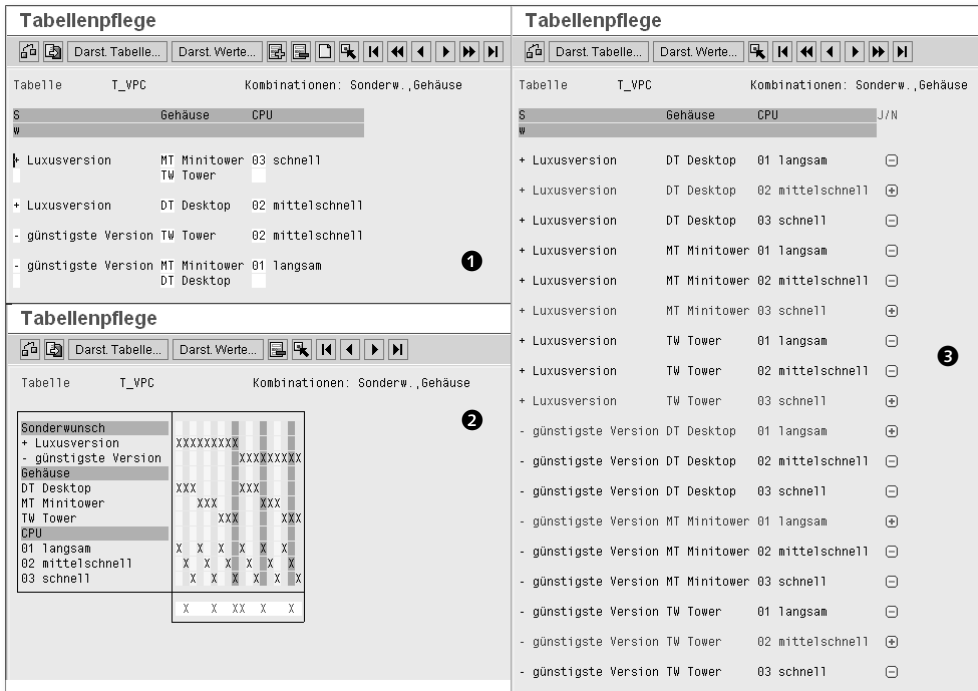

Abbildung 2.35 Variantentabellen – Inhaltspflege mit der klassischen Transaktion
Neben der Inhaltspflege aus der PMEVC heraus kann der Inhalt auch über die klassische Transaktion CU60 erfolgen. Diese Transaktion erlaubt neben der Standarddarstellung (siehe ❶ in Abbildung 2.35) eine Darstellung als Matrix ❷ und als Aufzählung ❸. Mit Hilfe der letzten beiden Darstellungen kann recht einfach entschieden werden, welche Kombinationen aufgenommen werden sollen (Entscheidungstabelle).